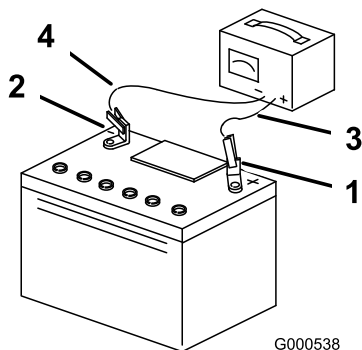

Figure 55
3. Quand la batterie est chargée au maximum, débranchez le chargeur de la prise, puis débranchez les fils du chargeur des bornes de la batterie (Figure 55).